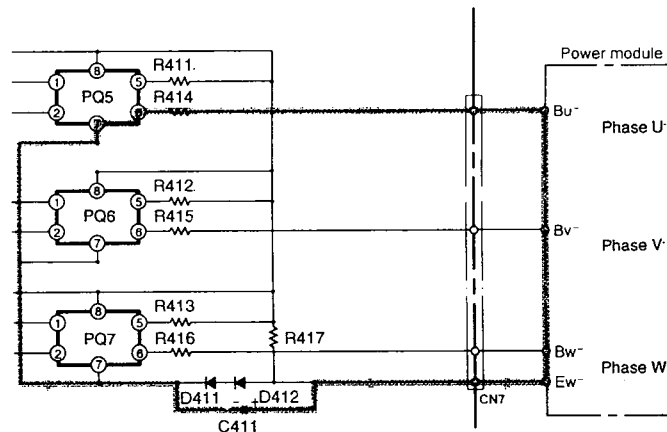

Abb. 7-5
- Wenn Stift 26 des Mikrocomputers von "Lo" auf "Hi" wechselt, schaltet ein Fotokoppler zwischen den Stiften 1 und 2 des PQ5 aus, so daß ein Basissperrstrom in Richtung C411 → Klemmen Ew- des Leistungsmoduls → Klemmen Bu- → R414 → PQ5 fließt, um die Transistoren des unteren Arms auszuschalten (Abb. 7-5).